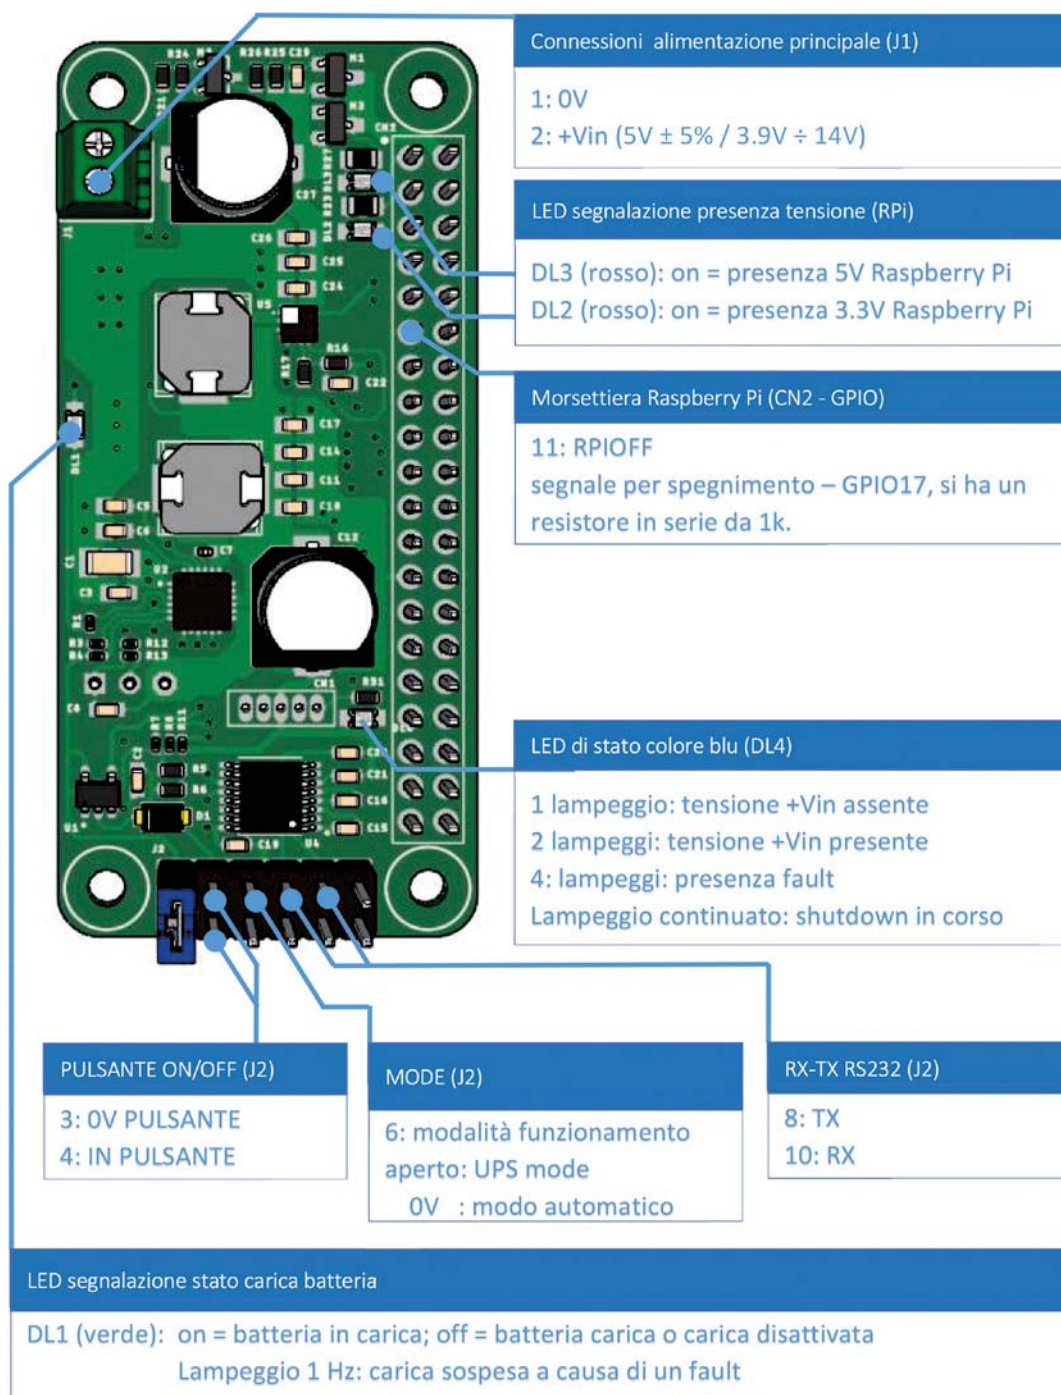

Fig. 5
La **Fig. 5** propone una panoramica delle linee di I/O e delle segnalazioni della nostra scheda UPS.
- 5) Inserire il jumper di reset del microcontrollore nel connettore J2 come riportato nella **Fig. 5**: il diodo led DL4 potrebbe iniziare a lampeggiare.